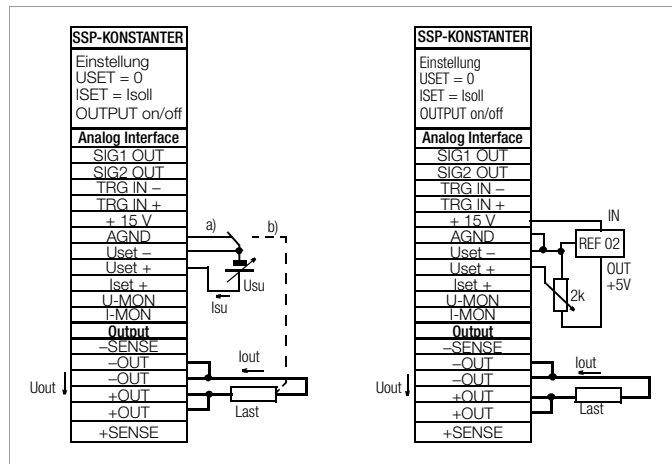

Bild 5.4 Verdrahtung für Steuerung der Ausgangsspannung durch externe Spannung / externes Potentiometer
- Liegt die Steuerspannung **U_{su}** mit ihrem **Bezugspunkt lastseitig auf Ausgangs-Minuspol**, muss der invertierende Eingang mit diesem Punkt verbunden werden (**Verbindung b** in Bild 5.4).
- Ist die **Steuerspannung** gegenüber dem **Ausgang isoliert**, verbinden Sie **Uset-** mit **AGND** (**Verbindung a** in Bild 5.4).
- Soll die **Ferneinstellung** der **Ausgangsspannung** mittels **Potentiometer** erfolgen, kann eine Beschaltung gemäß Bild 5.4 angewendet werden.